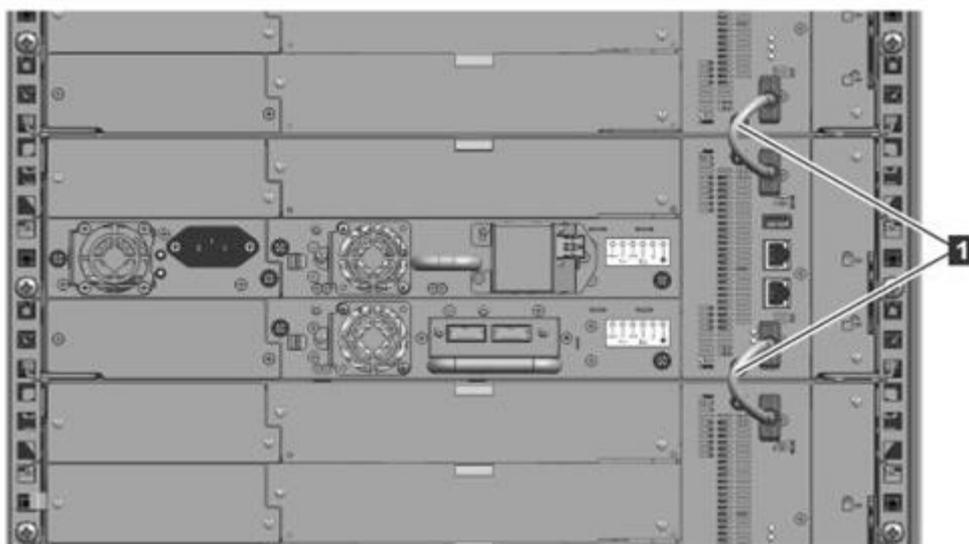

図 1-39 接続されたモジュール
5. ライブラリの背面から、各ペアのモジュールを、図 1-39 に示されているように、拡張相互接続ケーブル ([1]) を使用して隣接モジュールに接続します。